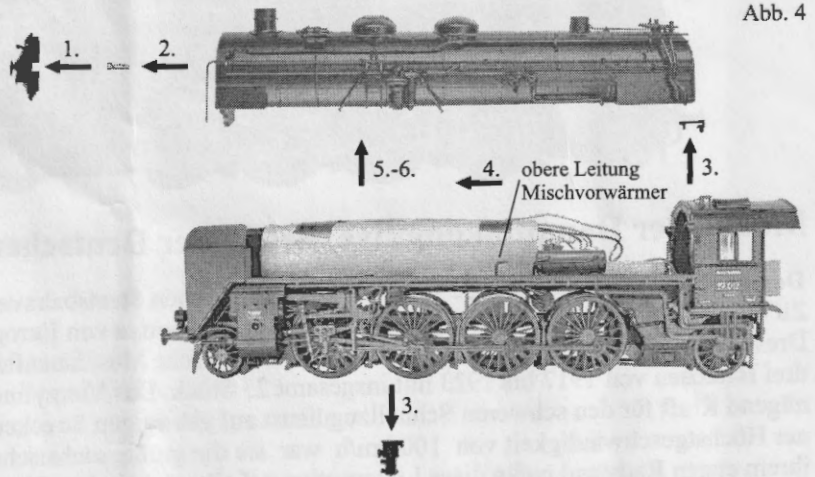

Abb. 4
- Lokdemontage Punkt 1 bis 6 (siehe Abb. 4)
Demontage der Lok Abb. 4